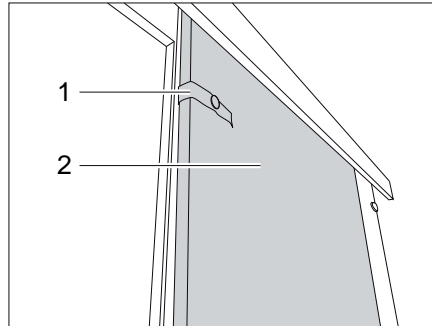

Fig. 149 Porta scorrevole
- Staccare il nastro di sicurezza (Fig. 149,1).
- Tirare la porta scorrevole (Fig. 149,2) in posizione chiusa.
- Portare la porta scorrevole (Fig. 149,2) in posizione aperta.
- Fissare la porta scorrevole con il nastro di sicurezza (Fig. 149,1).